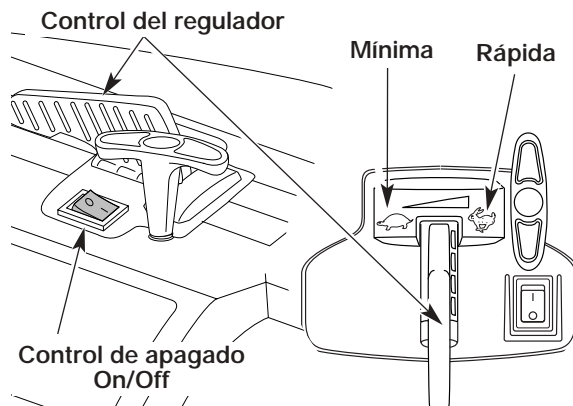
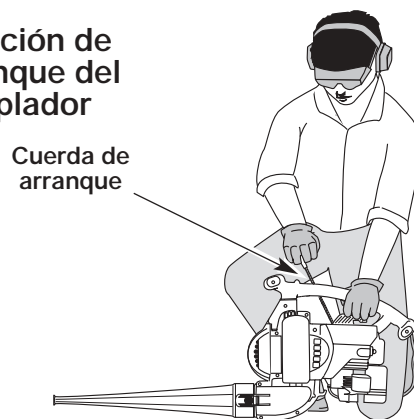
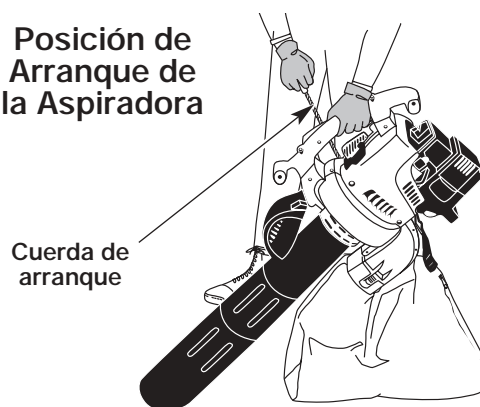

Fig. 10
Fig. 12
Fig. 13
ADVERTENCIA: Evite los arranques accidentales. Esté en posición de arranque cuando hale la cuerda (Fig. 12 y 13).
3. Ponga la unidad en la posición de arranque (Fig. 12 o Fig. 13). Coloque el control del regulador en la posición de mínima (☛) (Fig. 10).